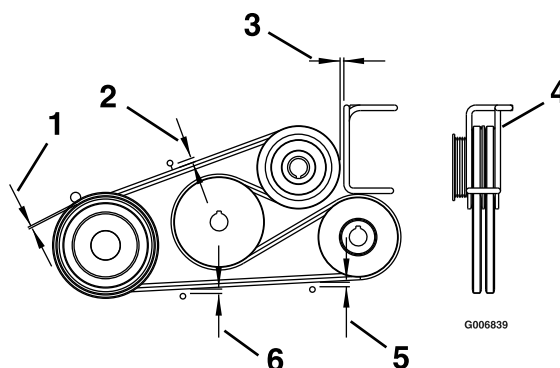

Figura 60
4. Regolate i guidacinghia come mostrato in Figura 60